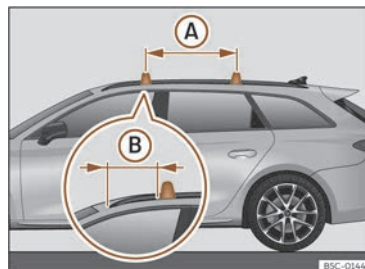

Fig. 200 Points de fixation des barres longitudinales pour la galerie porte-bagages du toit (Leon Sportstourer).
Valable pour Leon Sportstourer : Les barres transversales se montent sur les barres latérales du toit >>> **fig. 200**. La distance entre les barres transversales (A) devra être d'environ 75 cm et la distance entre la barre transversale avant et le support avant de la barre latérale du toit (B) devra être égale à 30 cm.